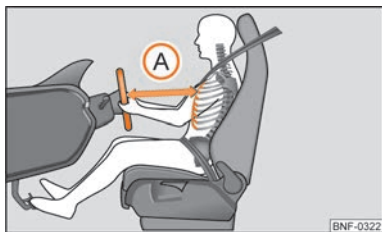

Bild 71 Rätt avstånd mellan förare och ratt
- Ställ in ratten så att avståndet mellan ratten och bröstbenet är minst 25 cm ⇒ bild 71(A).
- Föraren måste se till att hålla ett avstånd på minst 25 cm till ratten ⇒ bild 71 (A). Om detta minsta avstånd inte hålls kan airbagsystemet inte skydda - livsfara!